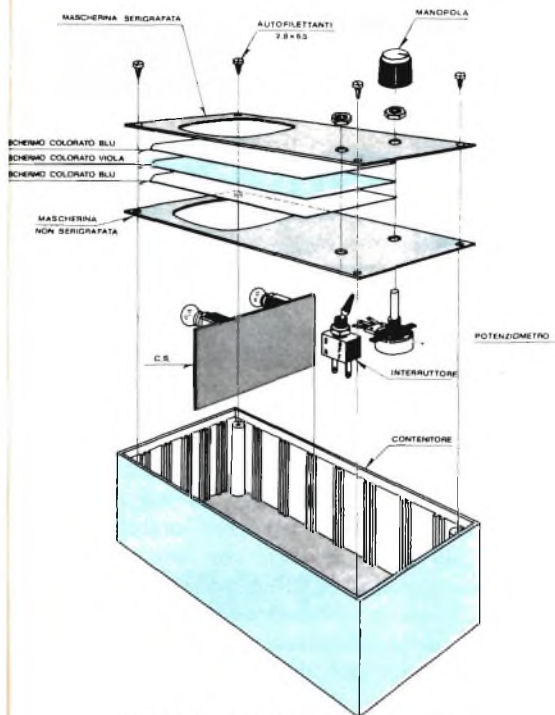

Fig. 6 - Esploso di montaggio finale.
- Montare la mascherina serigrafata insieme alla mascherina non serigrafata, come indicato nella *fig. 6*, interponendo fra le due mascherine gli schermi colorati blu, viola e blu.
- Infilare il circuito stampato nelle apposite guide del contenitore, come mostra la *fig. 6*.